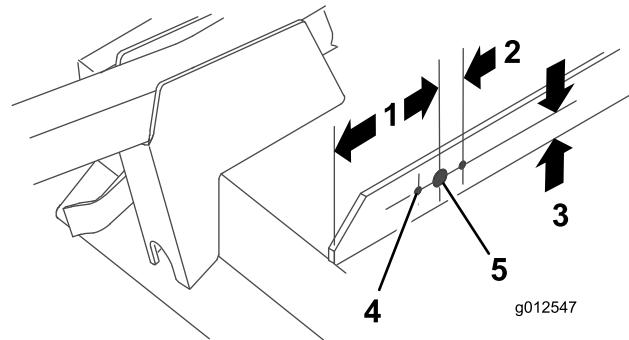

図 19
- 図 19 に示す寸法に従って、右ブリッジバーに直径 20.6mm の穴を1つと直径10.3mm の穴を2つ開ける。